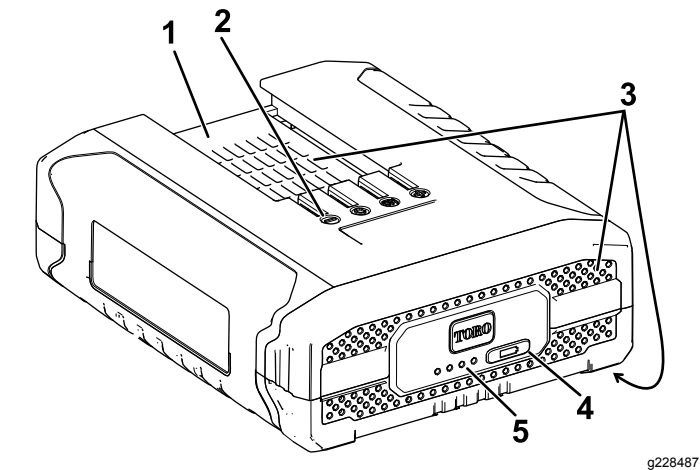

Figura 11
- 2. Alinee el hueco de la batería (Figura 11) con la lengüeta del cargador.